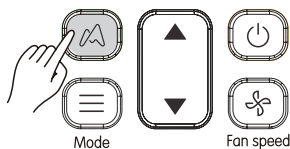

Рисунок 3.15
1) Нажмите кнопку  (см. Рисунок 3.15), чтобы передать внутреннему блоку команду активации функции ETA Midea. Отображается значок .